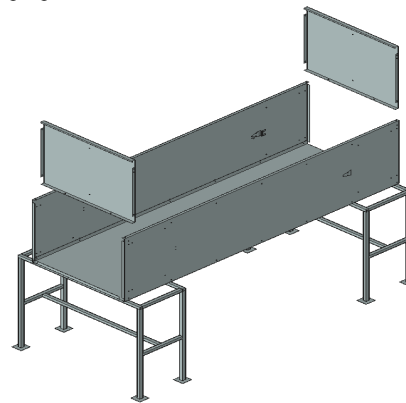
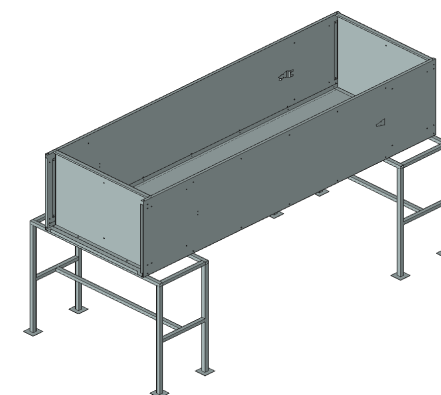

Рис. 2
Рис. 3
2. Установить боковины вплотную к отгибам задней стенки и склепать, внизу и сверху установить перекрытия и склепать с задними и боковыми стенками, как показано на рис.2 и рис. 3.